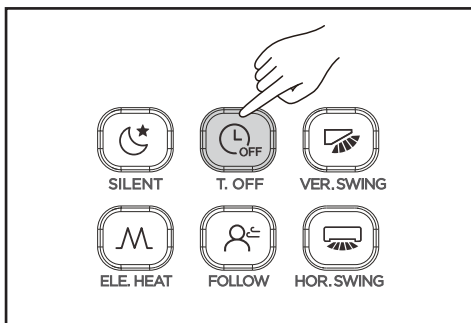

Figura 3.18
- Pressione  (consulte a Figura 3.18) e o controle remoto exibirá “Timer Off” (Temporizador desligado), e “0.0h Later Off” (0,0h mais tarde desligado) aparecerá na área do temporizador. Ajuste a configuração do temporizador desligado agora;